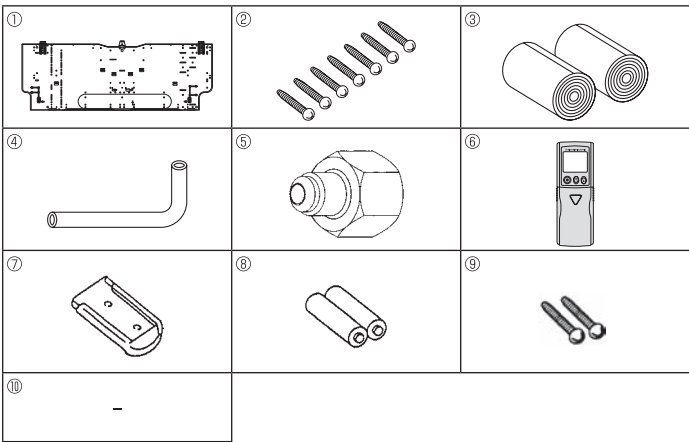

Fig. 3-1
- ⑤ 出气口：请勿在出气口 1500 毫米范围之内放置障碍物。
- ⑥ 地面
- ⑦ 家具
- ⑧ 当帘杆等突出墙壁超过 60 毫米时，需要留出更多距离，否则风扇气流可能形成短循环。
- ⑨ 离地面 1800 毫米或以上（高位安装）
- ⑩ 为左侧和左右侧管道和选购的排干设施的排干设施的安装留出 108 毫米或以上
- ⑪ 为选购的排湿泵的安装留出 550 毫米或以上
- ⑫ 至少 7 毫米：为选购的排湿泵留出 265 毫米或以上
3.1. 检查室内机组附件（Fig. 3-1）